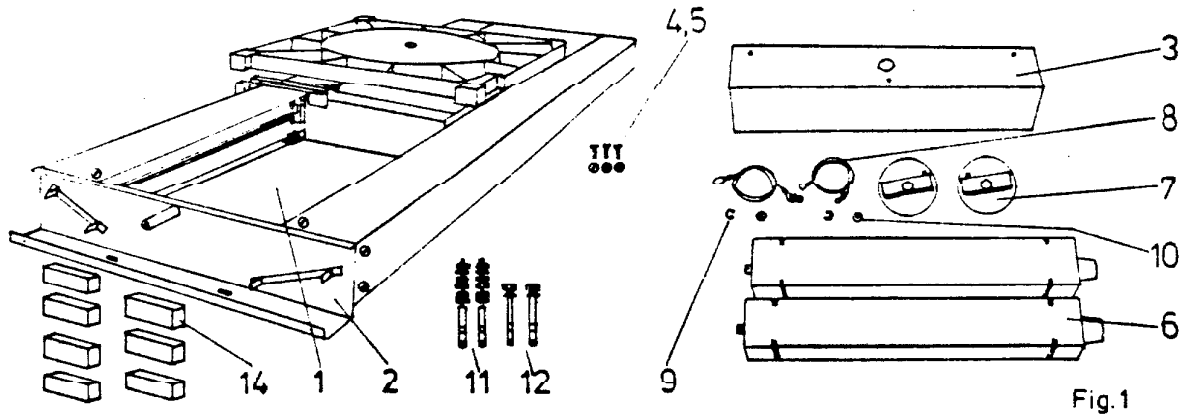

Fig.1
7.1 Auslieferungszustand Fig. 1
7.1 Condition after supply Fig. 1
Gerät aufstellen. Erdungsleitung vor der Befestigung von hinten durch die Bohrung bei Erdungsklemme Fig. 7 Pos. 16 führen. Gerät mit Sicherheitsdübeln Fig. 1 Pos. 12 oben und Pos. 11 unten lotrecht befestigen. Maßzeichnungen 352 000 101 bzw. 352 000 102 bzw. 352 000 103 sowie Montageanleitung für Liebig Sicherheitsdübel beachten!
Put up the unit. Before fastening, lead the earth wire from behind through the hole at the earth clamp Fig. 7 Pos. 16. Fasten the unit vertically with safety dowels Fig. 1 Pos. 12 above and Pos. 11 below. Please consider diagrams 352 000 101 or 352 000 102 or 352 000 103 as well as mounting instructions for Liebig safety dowels.
Von oben mit Hand auf Blende drücken. Vertikalbremse lösen. Zieht der Blendenwagen nach oben, sind so viele Ausgleichsgewichte Fig. 1 Pos. 13 in die Blechtasche Fig. 8 Pos. 17 einzulegen, bis der Blendenwagen bei gelöster Bremse gewichtsausgeglichen ist. Es ist zweckmäßig, einen Auftrieb von ca. 20 bis 30N einzustellen, um Kassette und evtl. vorgesehene Zubehör auszugleichen.
Press upon the bucky. Release the brake. If the carriage moves upwards, put so many weights Fig. 1 Pos. 13 into the weight box Fig. 8 Pos. 17 until the carriage is counterbalanced. It is recommended to consider an upward travel of approx. 20 to 30 N in order to counterbalance a cassette and possible accessories.